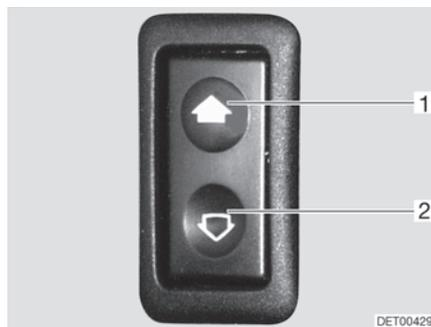

Fig. 18 Interruptor para los elevelunas eléctricos
- Abrir:* ■ Pulsar la parte inferior del interruptor (Fig. 18,2).
- Cerrar:* ■ Pulsar la parte superior del interruptor (Fig. 18,1).